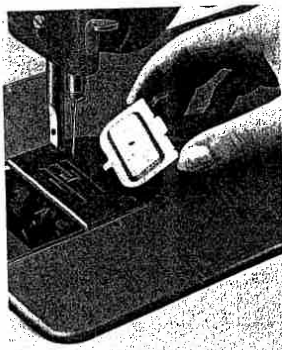
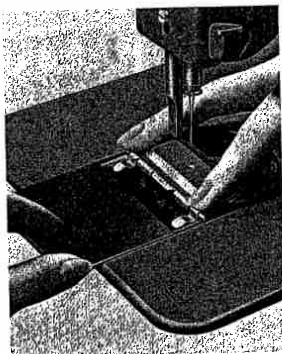

Fig. 30
Fig. 31
2. Überdeck-Stichplatte einhängen (Fig. 30), einschwenken und mit dem Grundplattenschieber festhalten (Fig. 31).
2. Slip the prong of the cover plate into the hole of the needle plate (Fig. 30), turn it over and secure it in position with the bed slide (Fig. 31).
2. Mettre en place la plaque de recouvrement (fig. 30) et la bloquer par la glissière de plateau (fig. 31).
2. Enganche la plaquita (fig. 30), presiónela sobre la placa de aguja y asegúrela con la corredera de la placa base (fig. 31).